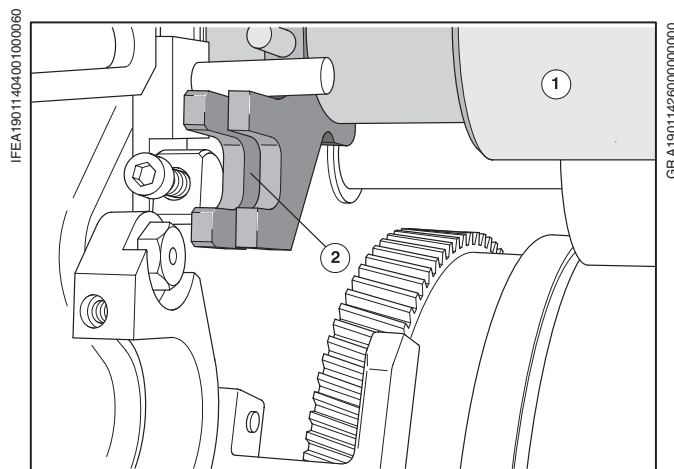
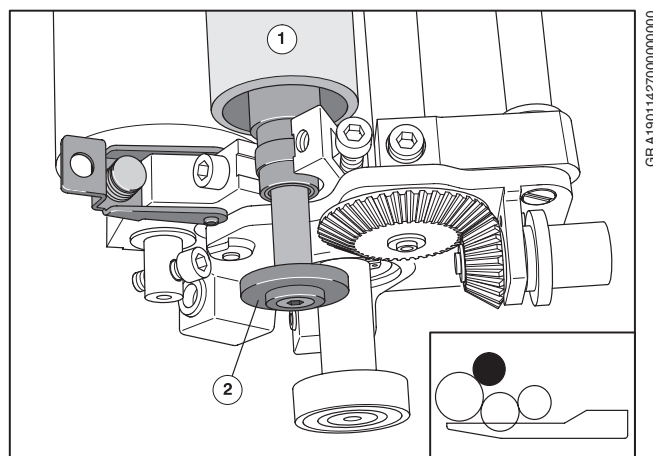
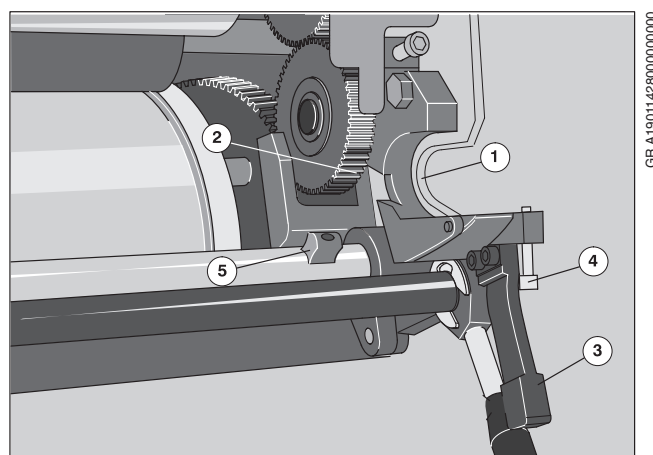

Рис. 32 Контрольное гнездо на красочном аппарате
Рис. 33 Ведущий диск увлажняющего растирочного валика
Рис. 34 Установка аппарата увлажнения
Перед установкой аппарата увлажнения красочный растирочный валик (Рис. 32/①) должен находиться в точке поворота на стороне обслуживания.
- ① Выставьте ведущий диск (Рис. 33/②) увлажняющего растирочного валика (Рис. 33/①) по контрольному гнезду на красочном растирочном валике (Рис. 32/②).
- ② Слегка приподнимите аппарат увлажнения и вставьте с опрокидывающим движением в опоры подшипников на стороне привода (Рис. 34/①) и стороне обслуживания. При этом обращайтесь внимание на правильное зацепление зубчатого колеса на стороне привода (Рис. 34/②) и на защелкивание кулачков переключения (Рис. 34/⑤). Одновременно вставьте на стороне обслуживания ведущий диск увлажняющего растирочного валика (Рис. 33/②) в контрольное гнездо красочного растирочного валика.
- ③ Рычаг подшипника (Рис. 34/③) откиньте вверх и привинтите винтом (Рис. 34/④) к опоре подшипника. То же самое сделайте на стороне обслуживания.
- ④ Навесьте поворотную ручку дозирования увлажняющего средства на стороне обслуживания.